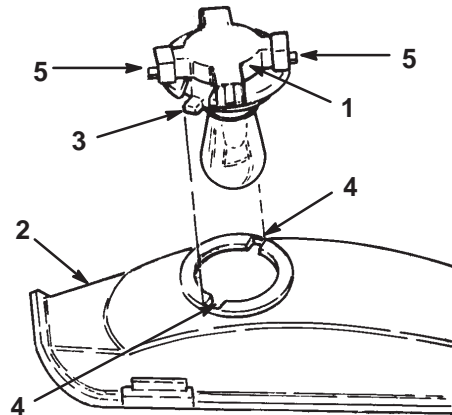

Bild 42
4. Drehen Sie die Birnenfassung um 1/4 Umdrehung entgegen dem Uhrzeigersinn und nehmen die Birne aus dem Reflektor (Bild 42).
2. Die Birnenfassung hat zwei Zungen (Bild 42). Fluchten Sie die Zungen auf die Schlitzlöcher im Reflektor aus, setzen die Birnenfassung in den Reflektor ein und drehen die Birne im Uhrzeigersinn um 1/4 Umdrehung bis zum Anschlag.